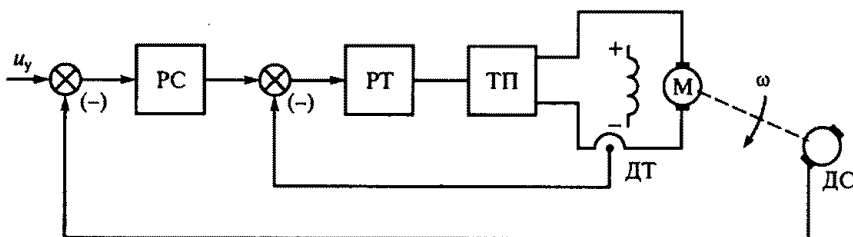

Рис. 265
12.5. На рис. 265 приведена функциональная схема системы подчиненного управления скоростью ω двигателя постоянного тока. Эта система содержит регулятор скорости (РС) и регулятор тока (РТ), включенные последовательно в прямой канал системы. При этом выходной сигнал РС является заданием для РТ. Выходной сиг-